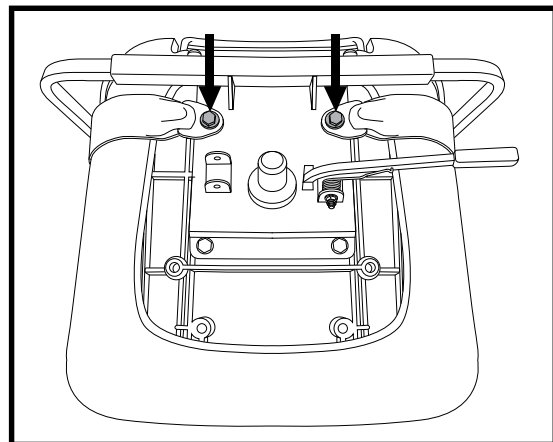

Figura 14. Bulloni per cinture di sicurezza
La leva di rotazione del sedile, ubicata sulla destra della base del sedile, può essere usata per bloccare il sedile in diverse posizioni. **Vedere figura 14.**
NOTA: *Non installare il reggisella nel foro superiore con il sedile ammortizzato. Vedere la figura 14. In caso contrario, il reggisella ammortizzato non funzionerà.*
La seduta del veicolo può essere dotata di cinture di sicurezza regolabili per maggiore comodità. **Vedere figura 14.** La cintura di sicurezza è stata progettata per garantire un maggiore supporto all'utente ed evitare che scivoli in avanti o indietro sulla seduta. La cintura di posizionamento non è concepita come dispositivo di contenimento.
2. Posizionare la seduta a testa in giù per poter lavorare sulla base della seduta. **Vedere figura 14.**